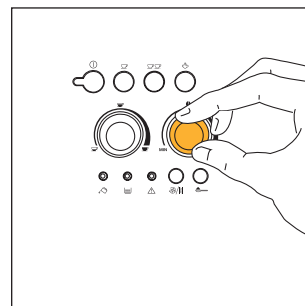
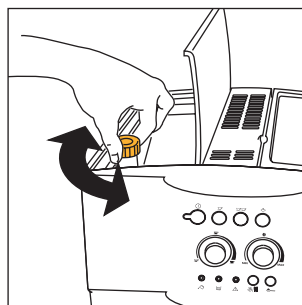

Fig.7
Fig. 17
- 2) Regule el mando derecho (fig.7) para configurar el gusto deseado del café. Cuanto más lo gire hacia la derecha, mayor será la cantidad de granos de café que la máquina molerá y, por consiguiente, el gusto del café será más fuerte. La primera vez que se use la cafetera habrá que hacer varios cafés hasta encontrar la posición correcta del mando. Procure no girar totalmente hacia la derecha el mando porque el café podría salir muy lentamente (a gotas), especialmente cuando se desean servir dos tazas de café.
NOTA 1: : si el café sale en gotas o no sale ,hay que girar el regulador del molido (fig. 17) una posición hacia la derecha (véase § 6). Proceda moviéndolo a una posición por vez hasta obtener una erogación satisfactoria.
NOTA 2: si el café sale muy rápido y la crema no le satisface, gire un poco el regulador derecho (fig. 7) hacia la derecha Haga varios cafés para determinar la posición correcta del regulador. No gire mucho hacia la derecha porque el café podría salir muy lentamente (a gotas), especialmente cuando se desean hacer dos tazas de café. Si después de algunos cafés no obtiene una crema que le satisfaga, gire también el regulador del molido (fig.17) una posición hacia la izquierda (véase § 6).
Para resolver este inconveniente es necesario regular el molido del molinillo girando el regulador (fig.17) una posición hacia la izquierda (tal como descrito en el cap. 6).
De todas maneras, después de haber hecho los primeros cafés, si la erogación fuera muy rápida o muy lenta (a gotas) es necesario corregirla con el regulador del grado de molido (fig. 17). Girando el regulador una posición hacia la derecha (igual a una cifra), el café sale más rápidamente (sin gotas).